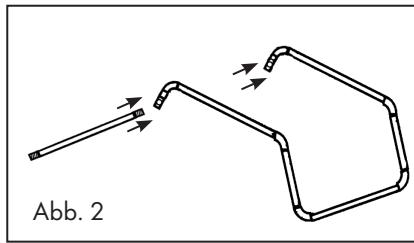

Abb. 2
- Schieben Sie die Radachse (2) durch die entsprechenden Bohrungen des unteren Rohrrahmens (1), siehe Abb. 2